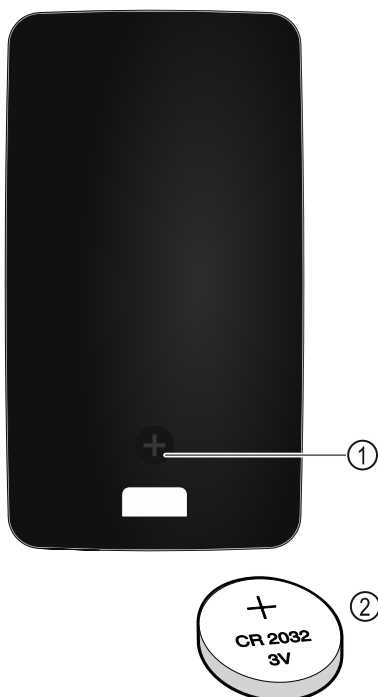

Fig. 230
L'alimentation électrique de la télécommande est assurée par une pile de type CR 2032 de 3 V Fig. 230 (2), disponible auprès des commerçants spécialisés.
- ▶ Dévisser la vis Fig. 230 (1) au dos de la télécommande.